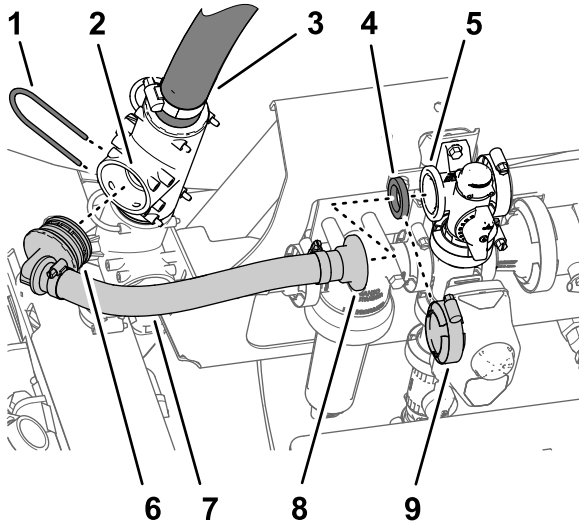

Figura 8
1. Allineate il raccordo dentellato a 90° del nuovo gruppo flessibile di bypass dell'agitatore con il foro aperto nel raccordo a T superiore e inserite il raccordo a 90° fino a quando non è in sede nel raccordo a T (**Figura 8**).
2. Fissate il raccordo dentellato a 90° al raccordo a T con il fermo (**Figura 8**) che avete rimosso al passaggio 2 di Rimozione dei flessibili (pagina 4).
3. Allineate il raccordo flangiato diritto del nuovo gruppo flessibile di bypass dell'agitatore e la guarnizione con la flangia della valvola di bypass (**Figura 8**).
4. Fissate il raccordo flangiato diritto e la guarnizione alla valvola di bypass con il morsetto flangiato (**Figura 8**) che avete rimosso al passaggio 2 di Rimozione dei flessibili (pagina 4).